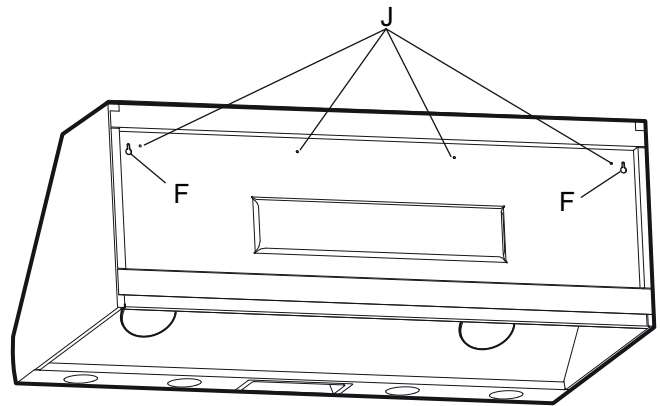

**Figura 14: Placa de la caja de conexiones**
1. Quite la placa de la caja de conexiones que cubre los cables (*Figura 14* en la página 11).
1. Quite la placa de la caja de conexiones que cubre los cables (*Figura 14 en la página 11*).